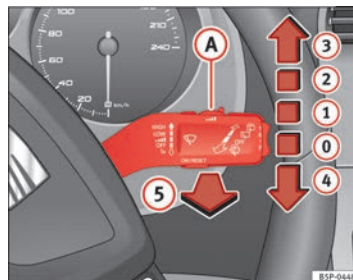

Abb. 86 Scheibenwischer- und Scheibenwaschhebel
Der Scheibenwischerhebel ⇒ Abb. 86 hat folgende Stellungen:
- Wenn bei eingeschalteter Wischerstufe ⇒ Abb. 86 **2** oder **3** das Fahrzeug anhält, wird automatisch auf die nächste Stufe heruntergeschaltet. Fährt das Fahrzeug wieder an, wird erneut auf die eingestellte Wischerstufe hochgeschaltet. ▶